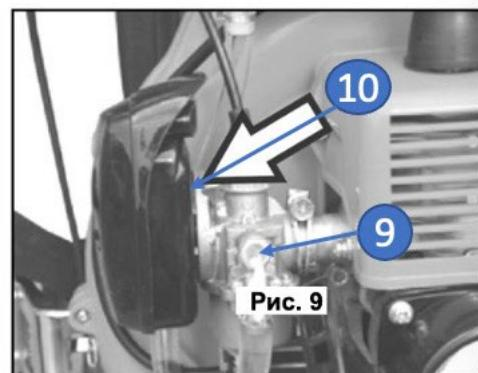

Рис. 9
- Полностью откройте дроссель 10 (См. Рис.9).